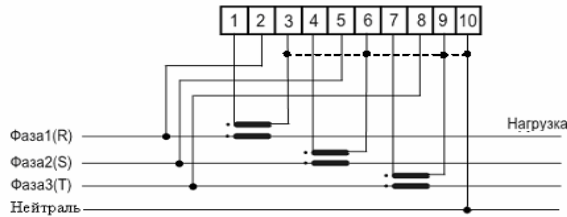

Рисунок 2 - Схема підключення лічильника CE303-U в корпусі R33
5.3 Порядок встановлення. Лічильник необхідно встановлювати в місця з умовами за п.1.5. Підключення лічильника проводити у відповідності із схемою, зображеною на кришці колодки затискачів (відповідає схемі на рис. 2).